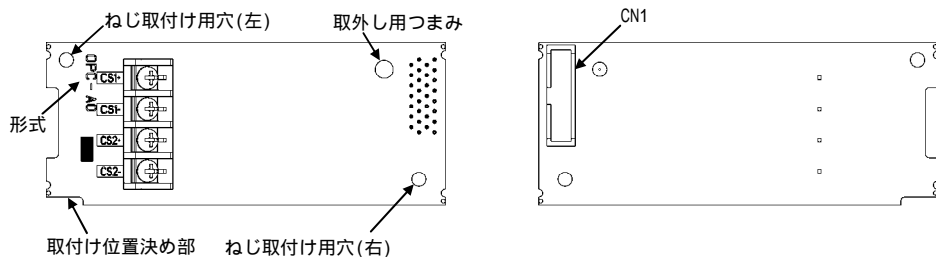

図 1.1 各部名称
- (1) インタフェースカード、ねじ(M3×8:2本)、取扱説明書(本書)が入っていることを確認してください。
- (2) インタフェースカード上の部品の異常、凹み、反りなど輸送時での破損がないことを確認してください。
- (3) インタフェースカード上に形式「OPC-A0」が印刷されていることを確認してください。【図 1.1 参照】
- (2) インタフェースカードの裏面(図1.1)のCN1を、インバータ本体の制御プリント基板の接続ポートへ差し込み、付属ねじで固定してください。(図1.3)
インタフェースカードの取付け位置決め部(図1.1)がツメ(図1.2の)にセットされ、CN1(図1.2の)が確実に差し込まれていることを確認してください。図1.3は取付け完了を示します。